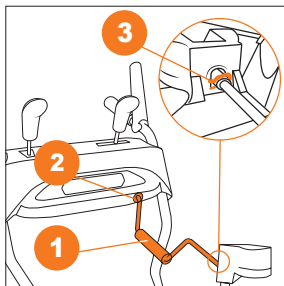

Рис. 25
- Вставьте один конец рукоятки поворота желоба **1** в отверстие **2** на панели оператора (Рис. 25).